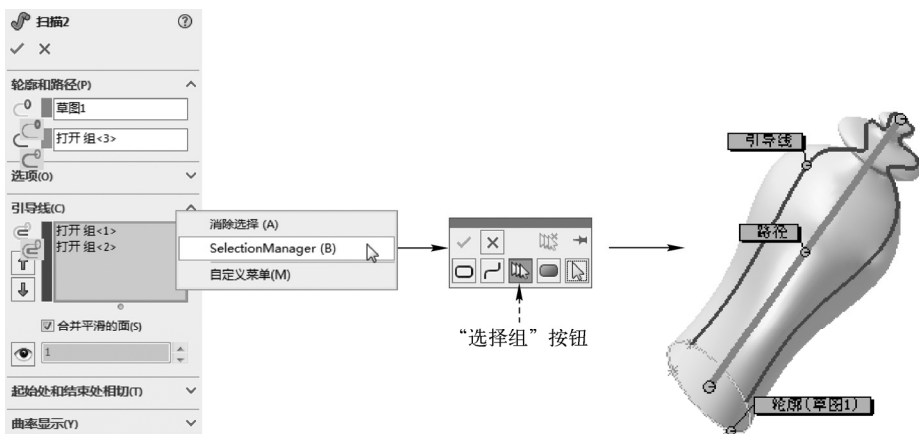

图 3-36 选择扫描路径和引导线
STEP 4 如图 3-36 所示，单击“特征”工具栏中的“扫描”按钮，打开“扫描”属性管理器。首先选择底面椭圆作为扫描轮廓，然后右击属性管理器的“路径”列表区域，在弹出的快捷菜单中，选择“SelectionManager”菜单项，弹出“选择方式”对话框，单击“选择组”按钮，然后选择中间的竖线作为扫描路径，并单击“确定”按钮.
STEP 5 如图 3-36 所示，打开“引导线”卷展栏，使用与“步骤 4”相同的操作分别选择两条样条曲线作为引导线，最后单击“确定”按钮，即可完成化妆品瓶的绘制。